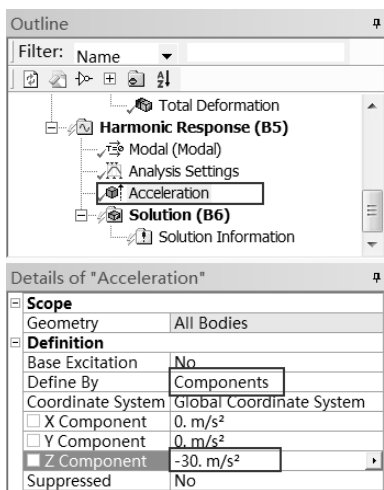

图 7-10 数值设定
Step5：如图 7-10 所示，选择 Acceleration 选项，默认也将计算机机箱选中，选择 Details of “Acceleration” 中 Definition Define By 选项，并从中选择 Components，然后在下面 Z Component 中输入 -30m/s^2 ，完成加速度的设置。